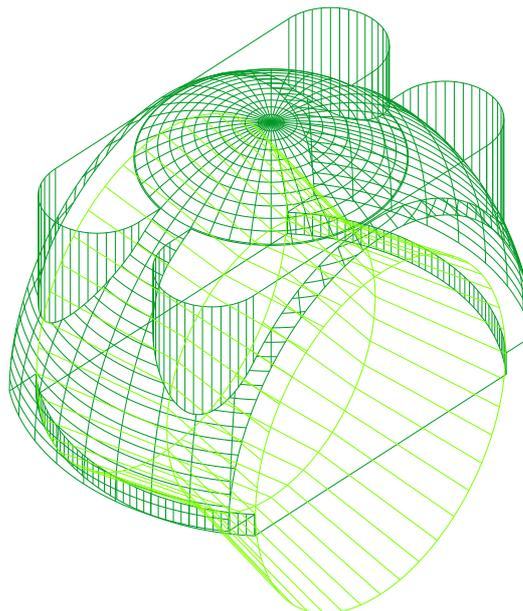

Рис. 20
- Сделать текущим слой сферы (выбрать из списка слоев в панели инструментов свойств объектов), слой осей сделать невидимым (рис. 20):
В ответ на следующие запросы левой кнопкой мыши выделить сферу затем тело вращения (рис. 20).